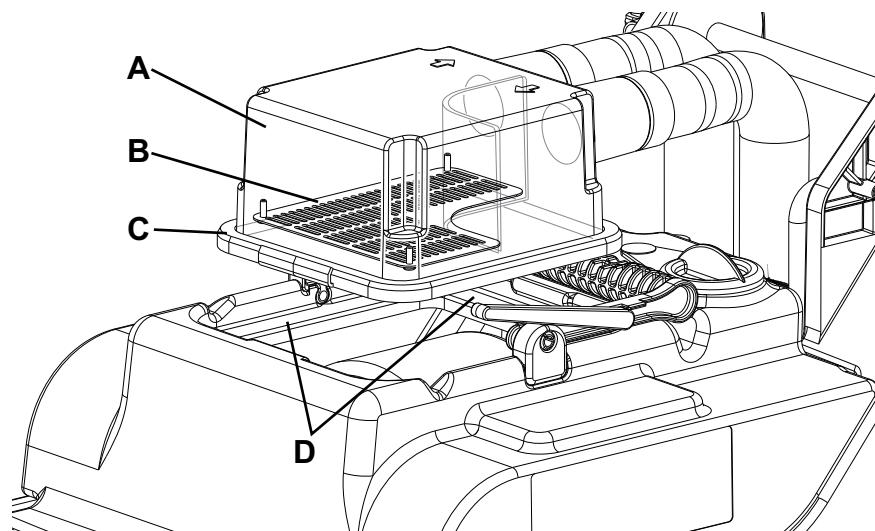

Figure 5
2. Vérifier que le câble d'alimentation (10) est débranché du réseau électrique.
4. Soulever le couvercle transparent (A, Fig. 5) et le nettoyer soigneusement.
- Nettoyer soigneusement la grille d'aspiration (B).
5. Vider, puis nettoyer le réservoir d'eau de récupération (16) comme on l'indique au chapitre Utilisation.
6. Contrôler le parfait état du joint (C) du couvercle transparent.